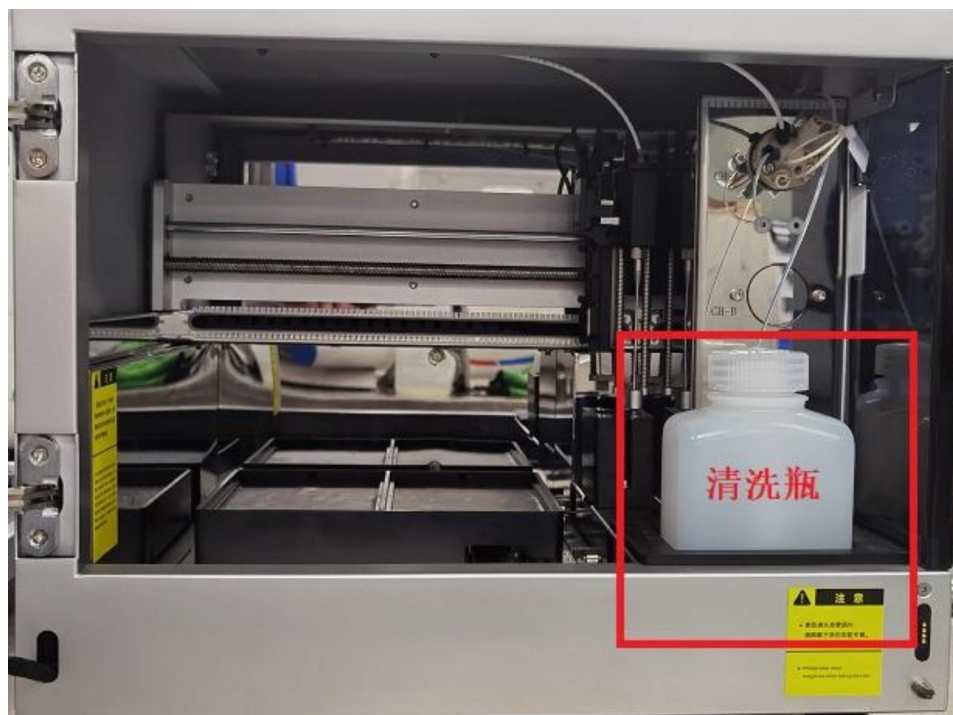

图 3-4 纯水瓶放置槽
- d) 检查仪器上连接的管路接头是否有松动，将纯水瓶装满纯水放入纯水瓶放置槽中，如图 3-4。此处需要注意，若先开机后放纯水瓶，仪器会有报警声，此时将装满纯水的瓶子放入报警声即可消失，但需要通过工作站仪器控制面板上的初始化按钮对